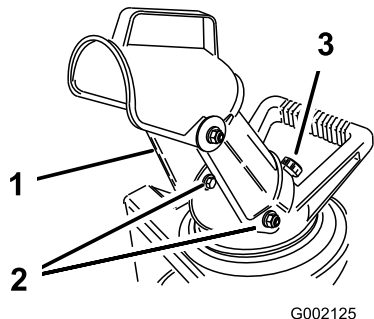

Figure 4
1. Engagez les trous latéraux de l'éjecteur sur les extrémités des boulons de chaque côté de la poignée de l'éjecteur (Figure 4).